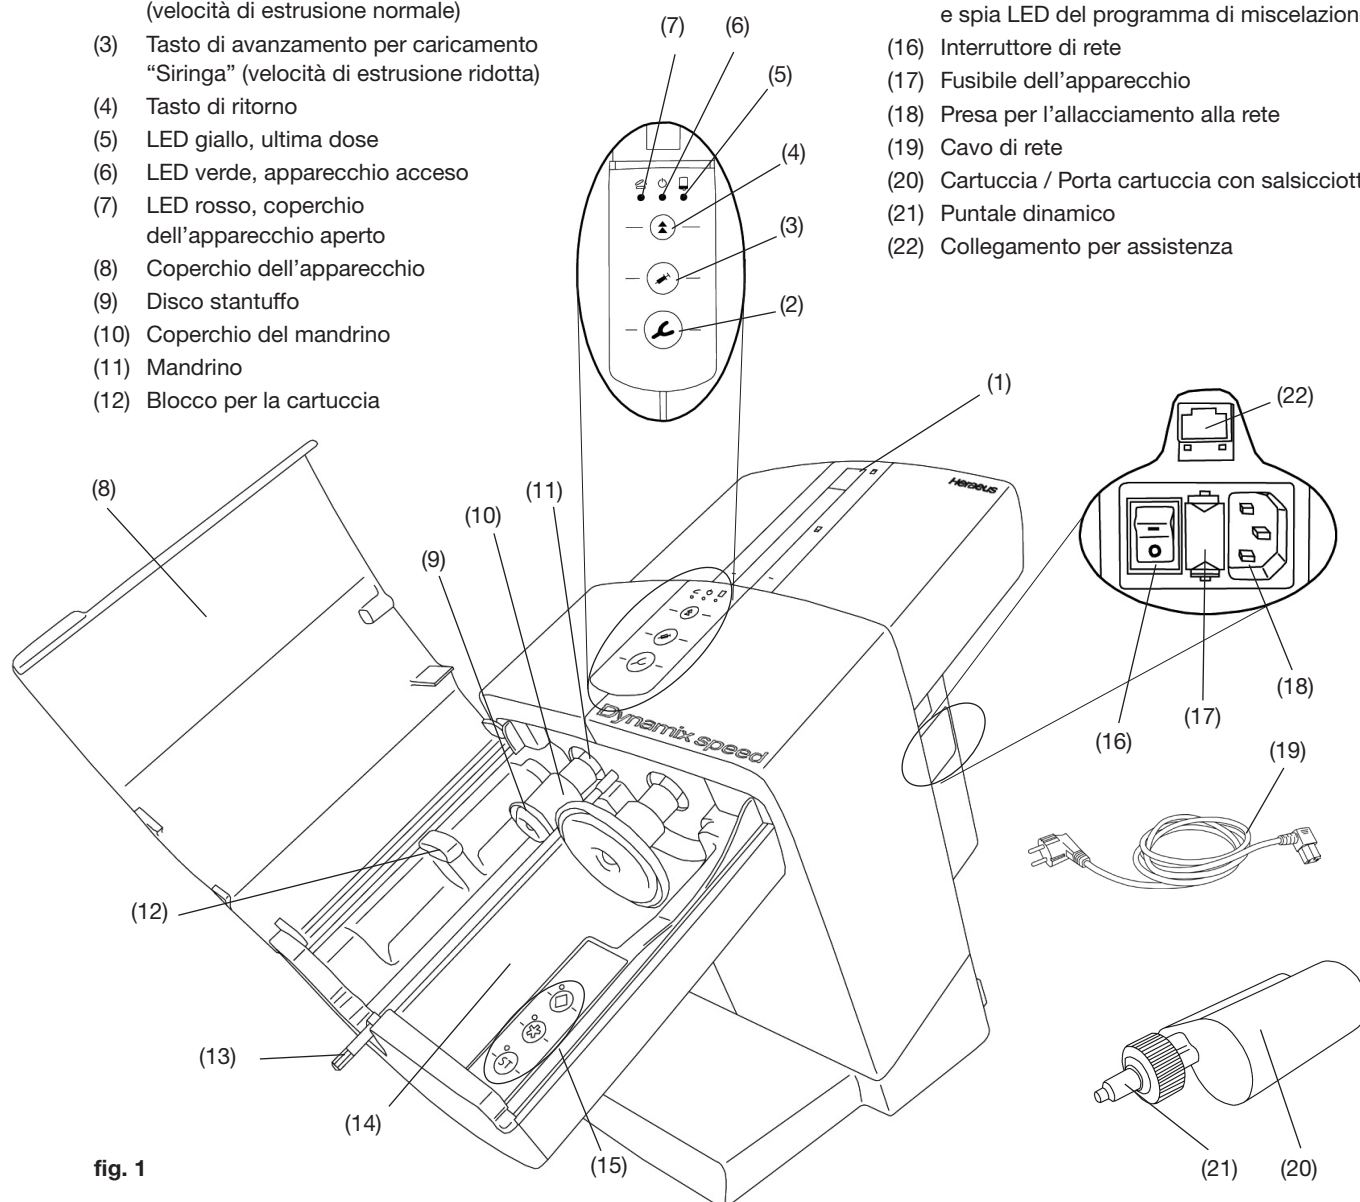

fig. 1
- Inserire il cavo di rete (19, fig. 1) incluso nella confezione nella presa per l'allacciamento alla rete (18).
- Accendere l'apparecchio premendo l'interruttore (16).
- Premere il tasto di ritorno (4).
- Gli stantuffi (9, fig. 1) ritornano nella posizione di partenza e si fermano lì.
- Aprire il coperchio dell'apparecchio (8).
- Rimuovere il dispositivo di sicurezza per il trasporto (23).
La cartuccia può essere inserita e sostituita solo quando i due stantuffi (9, fig. 1) si trovano nella posizione di partenza.
- Aprire il coperchio dell'apparecchio (8, fig. 1).
- Inserire la cartuccia (20) nell'apparecchio.
- Chiudere il coperchio dell'apparecchio (8, fig. 1). Il coperchio dell'apparecchio può essere chiuso solamente se la cartuccia è inserita in modo corretto. Finché il coperchio dell'apparecchio non è chiuso in modo corretto, la spia LED a luce rossa "coperchio dell'apparecchio" aperto (7, fig. 1) rimane accesa.
- Premere e tenere premuto il pulsante di avanzamento (2) o (3):
- cucchiaio per impronte (2), velocità di estrusione normale con programma di miscelazione attivato
- siringa (3), bassa velocità di estrusione.
- L'asta esagonale (13, fig. 1) comincia a ruotare e si inserisce automaticamente nel puntale miscelatore (21, fig. 1).